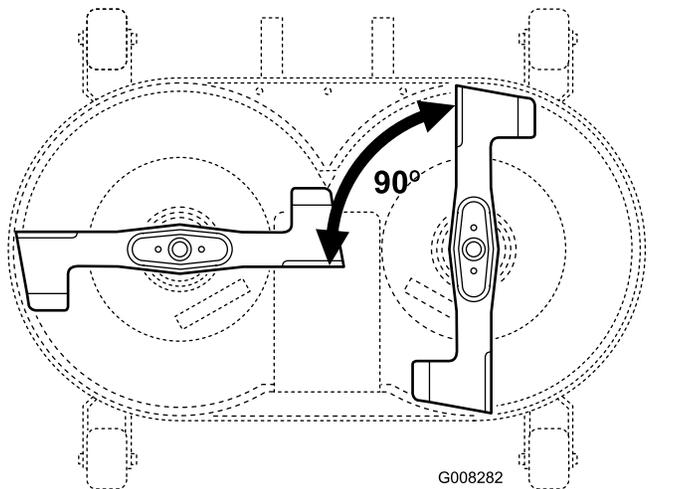

図 43
2. 各ブレードが互いに90度の角度になるように取り付ける 図 43。